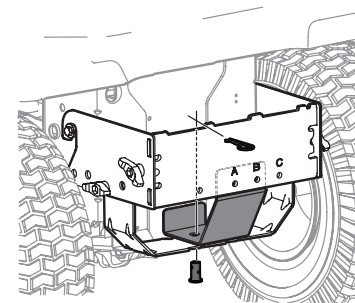

Figure 4
2. Installez le crochet de support du dispositif (783-08856), compris avec les pièces en vrac, dans l'ensemble de fixation, comme montré à la Figure 4. Alignez les orifices comme indiqué.
3. Installez l'axe à épaulement (711-0309A) de la trousse de quincaillerie 689-02364 dans l'attelage du tracteur, le crochet de support du dispositif et l'ensemble de fixation et secure with a Goupille fendue (714-0117). Consultez la Figure 4.